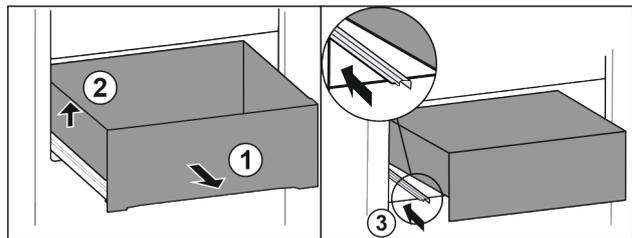

Fig. 62
- ▶ Schubfach bis zum Anschlag herausziehen. Fig. 62 (1)
- ▶ Schubfach links anheben. Fig. 62 (2)
- ▶ Linke Schiene einschieben. Fig. 62 (3)